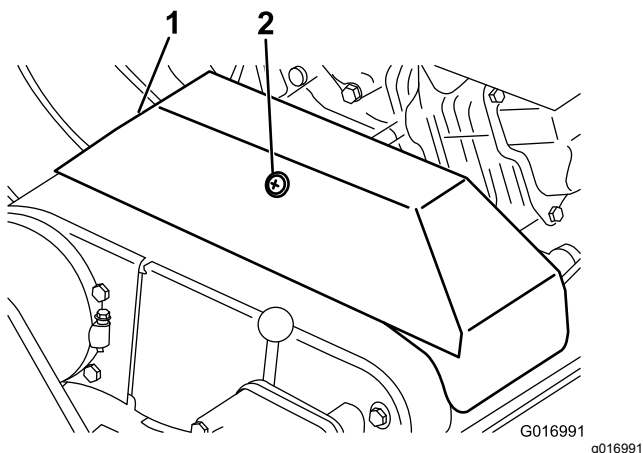

Bild 46
2. Lösen Sie den Halter, mit dem die Treibriemenabdeckung befestigt ist. Drehen Sie die Abdeckung, um sie zu öffnen (**Bild 46**).
2. Lösen Sie den Halter, mit dem die Treibriemenabdeckung befestigt ist. Drehen Sie die Abdeckung, um sie zu öffnen (Bild 46).